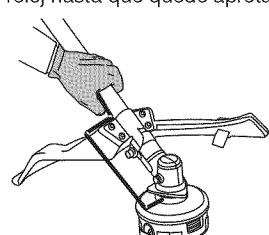

Fig. 19
- Sujete la varilla de traba en su lugar sosteniéndola al lado del brazo de la unidad (Fig. 19).